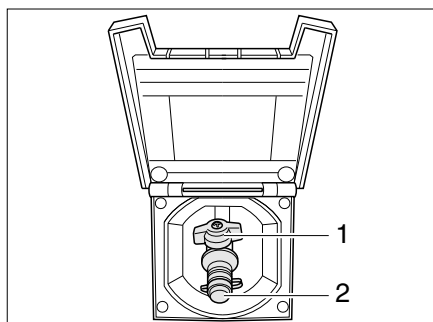

Fig. 80 Raccordement externe de gaz avec robinet d'arrêt de gaz fermé
Le raccordement externe de gaz (Fig. 80) se trouve, selon les modèles, à l'arrière ou sur le côté gauche ou droit du véhicule.
- Raccorder l'appareil à gaz externe sur le raccord (Fig. 80,2).
- Ouvrir le robinet d'arrêt de gaz (Fig. 80,1).